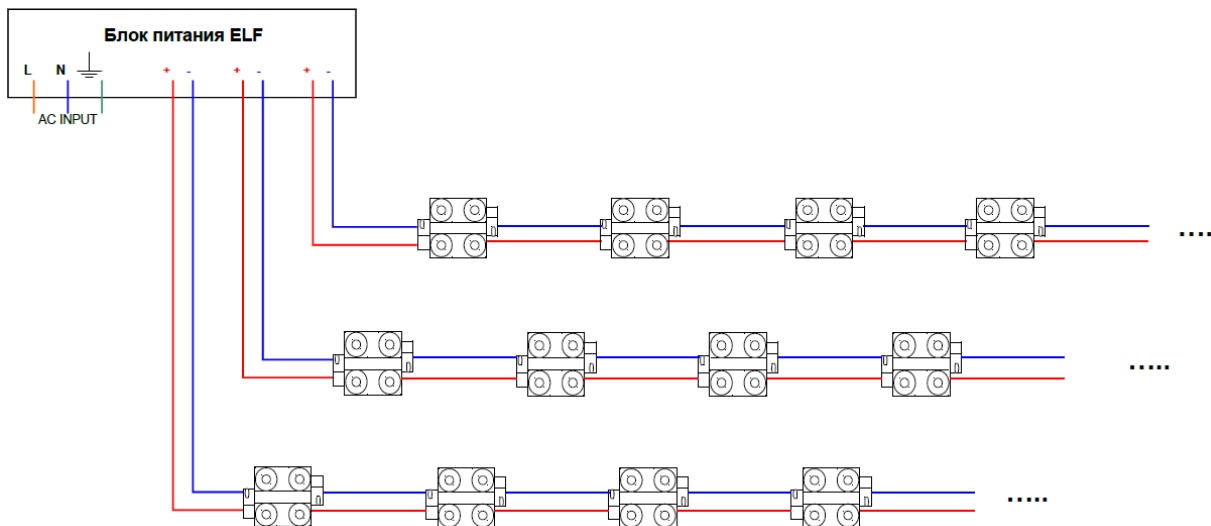

Рисунок 5.
- сечение провода рассчитывается, исходя из максимальной Силы тока на выходе блока питания и протяженности линии связи от блока питания до линий светодиодных пикселей (**Рисунок 5**);